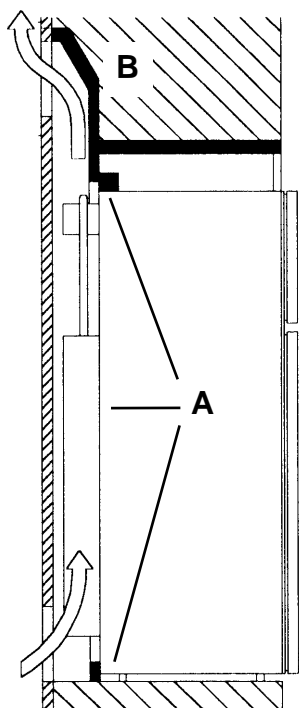

Fig 1
Sätt i utmatningsplåten (B), försedd med en läpptätning (A) av kraftigt icke-brännbart material, i installationsutrymmet (se Fig. 1).
Dessutom ska utmatningsplåten (B) med sin läpptätning (A) isolera kylskåpet från bostadsutrymmet (se Fig. 1,4).